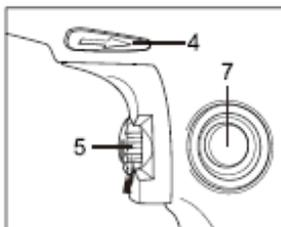

Fig. 5
4. AJUSTE DE LA VELOCIDAD (Fig. 5)